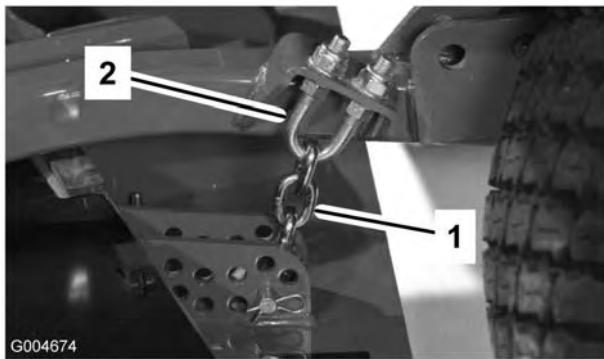

Figura 82
- Allentate i controdadi sulla parte superiore o inferiore del bullone a U della catena dell'altezza di taglio (Figura 82).